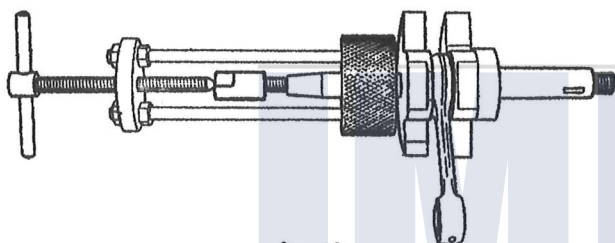

fig. 19
- demonteer (indien noodzakelijk) de kogellagers met behulp van de speciale trekker (nr. 1 op blz. 13) en onder gebruikmaking van de draadbeschermer (nr. 9 op blz. 13), zoals afgebeeld in fig. 19. De lagers zijn van het type 6302, waarvan de buitendiameter 42 mm bedraagt